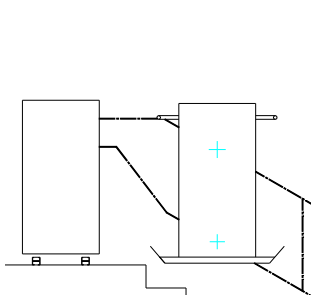

Abb. 1
3. Handrad drehen und währenddessen Bremsenhebel gedrückt halten. Die Drehrichtung ist am Handrad angegeben. Immer in jene Richtung drehen, in welcher das gewünschte Ziel am schnellsten erreicht wird. Handrad solange drehen, bis die Plattform in der Haltestelle steht (Abb. 1).